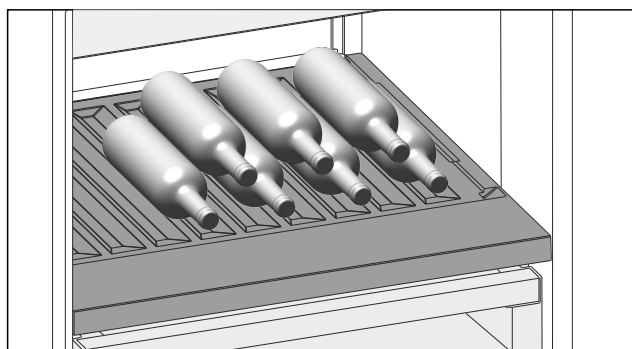

Fig. 125
- ▶ 将瓶底向后对着后壁放入瓶子。(参见 Fig. 125)